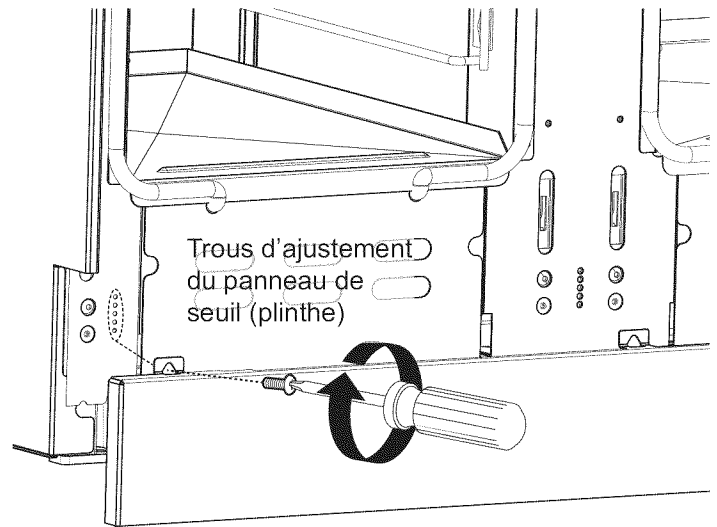

Figure 32 : Ajustement du panneau de seuil (plinthe)
3. Remplacez le panneau à l'une des cinq positions de trou de vis, comme illustré sur la *Figure 32*. Réinstallez les vis Torx.
Tournez le bouton à HI. Voir Figure 32 pour les caractéristiques de flamme appropriées.